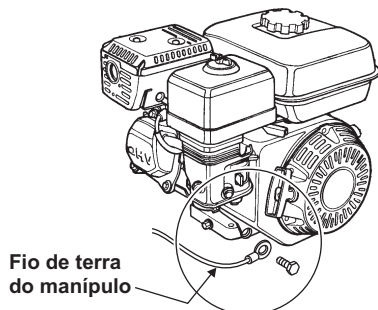

Figura 11. Ligação do fio de terra
3. Instale o fio de terra ao motor (motor Honda apresentado, Figura 11).